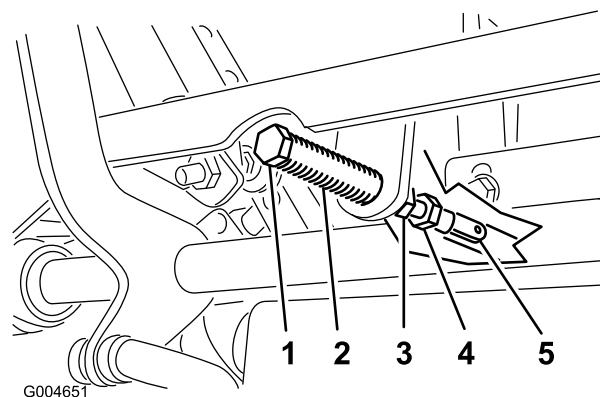

Figure 54
5. Tirez-le ensuite en arrière jusqu'à ce que l'axe de chape (situé sur un bras au-dessus de l'axe de pivot) touche l'extrémité de l'encoche (c.-à-d. commence juste à appuyer sur le ressort), comme montré à la Figure 54.
7. Si un réglage s'impose, desserrez l'écrou et l'écrou de blocage vissés contre la chape (Figure 54).
8. Appliquez une légère pression à l'arrière du levier, et tournez la tête du boulon de réglage dans le sens voulu pour centrer le levier à la position de VERROUILLAGE AU POINT MORT (Figure 54).
9. Serrez l'écrou et l'écrou de blocage (Figure 54).
- Serrez les écrous de blocage contre les rotules (Figure 54).